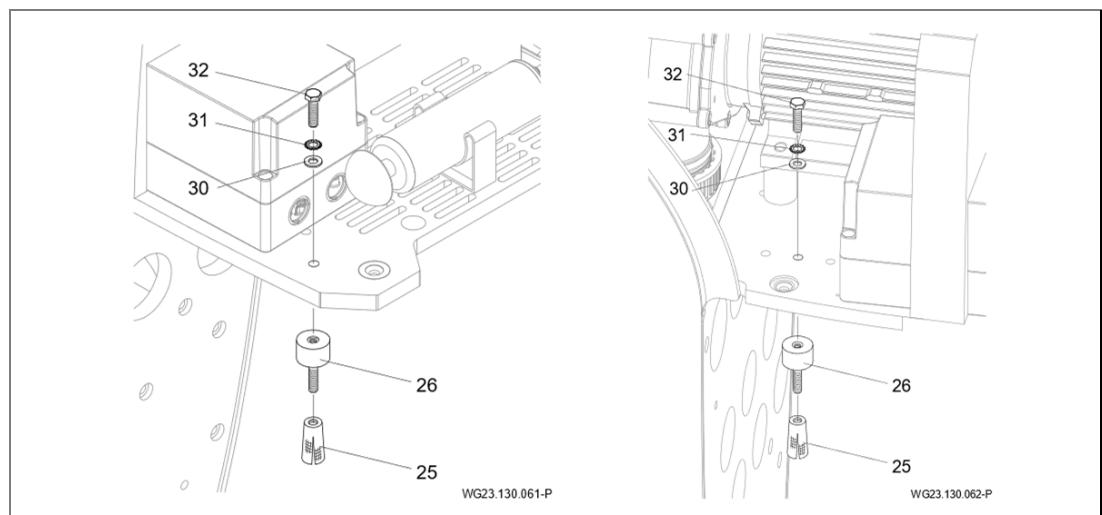

Fig. 6
- ➔ Introduire les chevilles à expansion en laiton (25) visser les coussinets anti oscillation (26). "Fig. 6", page 21 et .
- ➔ Placer l'installation sur les coussinets en caoutchouc et fixer à l'aide des vis hexagonales (32) avec les rondelles dentelées (31) les rondelles (30). "Fig. 6", page 21 et .